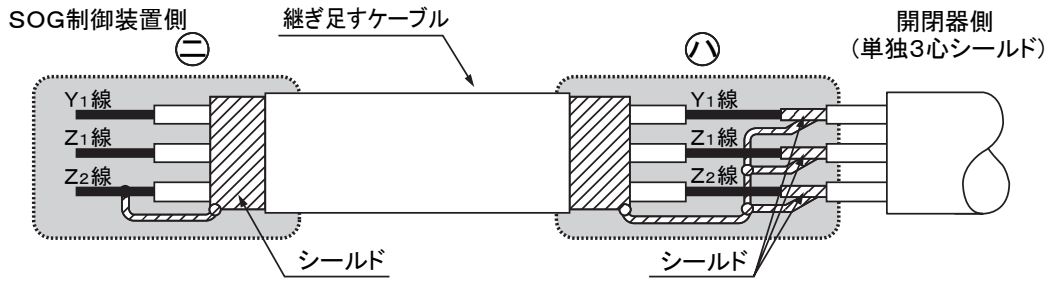

図 12 ケーブルの継ぎ足し
- ㊧ 開閉器側制御ケーブルの末端は、シールド線を Z2 端子に半田付けしていますので、継ぎ足す場合にはシールド線を外し、端子記号を合わせて接続してください。また開閉器側の Y1、Z1、Z2 のシールド線と継ぎ足すケーブル側のシールドを接続してください。(図 12)
- ㊨ 継ぎ足した側のケーブル末端は、SOG 制御装置側でシールドと Z2 端子を接続してください。(図 12)